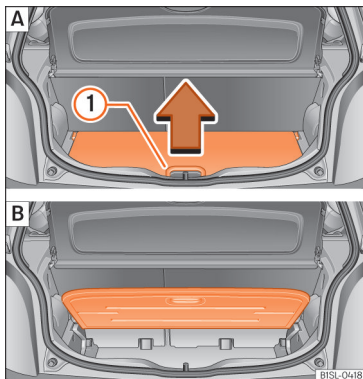

Abb. 139 A: variablen Gepäckraumboden öffnen. B: hochgeklappter variabler Gepäckraumboden.
- Um den Boden *anzuheben* heben Sie den Griff »» **Abb. 139** ① in Pfeilrichtung an und ziehen Sie den Boden ganz nach oben »» **Abb. 139 B**.